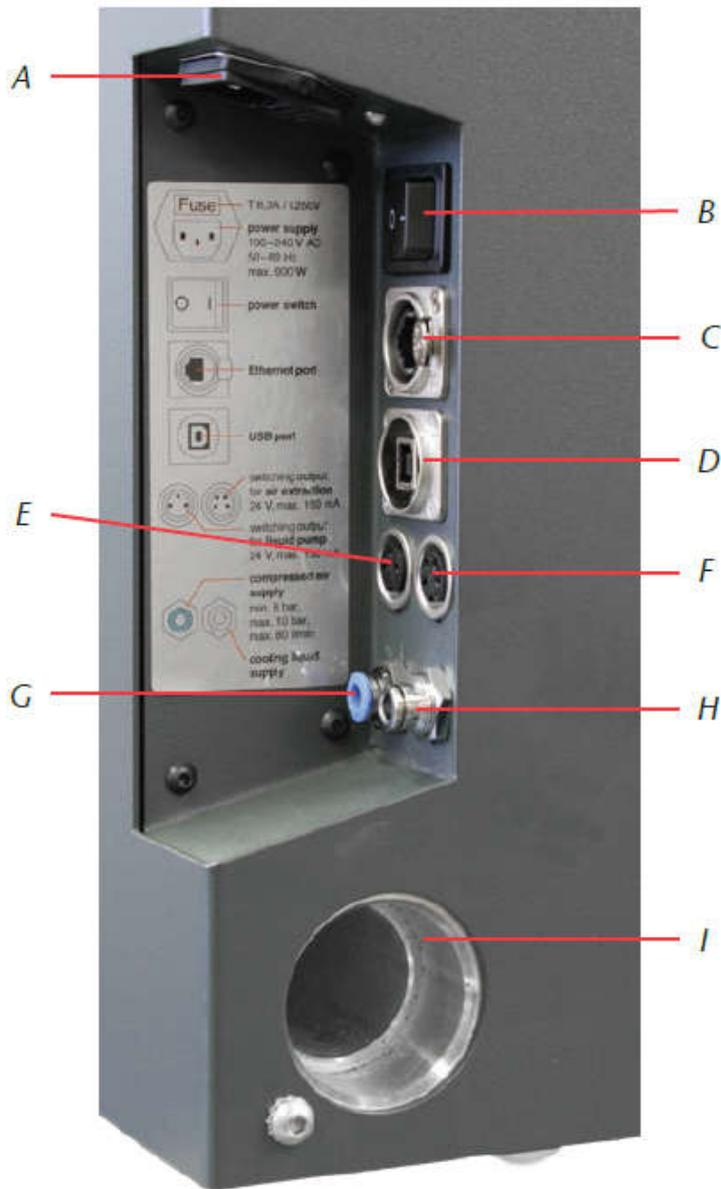

图 6 机器控制板
只允许使用自带的原始 USB 电缆线，连接接口参见图 6。如果您使用的 USB 电缆不同于提供的 USB 电缆，请注意它不超过 3 米！
- ①打开机床包装箱，请保留包装箱以便进一步提供服务。
- ②压缩空气供应连接。必须将气动软管（蓝色软管）插入蓝色标记的连接中（在连接面板底部的左侧，参见图 6）。它可能不会插入不锈钢接口中，因为机器在没有压缩空气的情况下无法启动！
- ③检查压力计上显示的气压值。如果压力不在 6 到 8 bar 之间，则调整压力值。
- ④通过 USB 线连接 CAM 电脑
- ⑤将吸尘器的吸尘软管插入到机器的吸尘口内。
- ⑥连接机器电源
- ⑦将机器的电源线插入单独的保险丝电路中，或确保没有其他可能会导致电压严重波动的设备接入（例如空气压缩机等）。
- ⑧关闭机器舱门
- ⑨打开机器电源开关